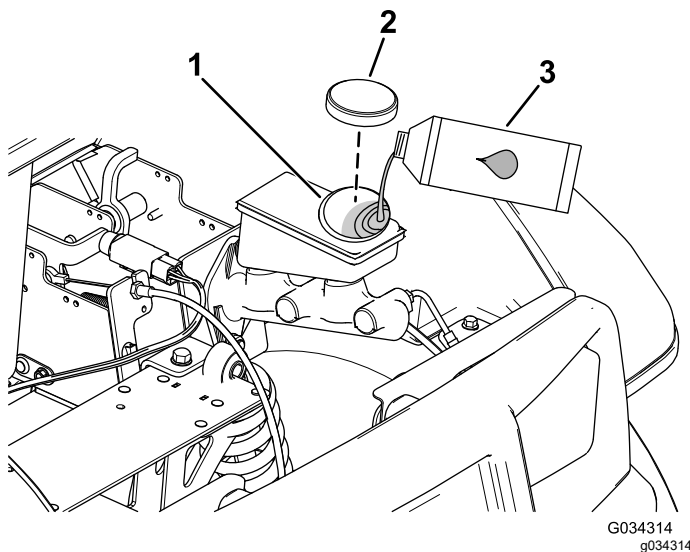

Figure 50
2. Soulevez le capot pour accéder au maître-cylindre de frein et au réservoir (Figure 50).
- A. Nettoyez la surface autour du bouchon du réservoir et enlevez le bouchon (Figure 50).
- C. Remettez le bouchon du réservoir (Figure 50).